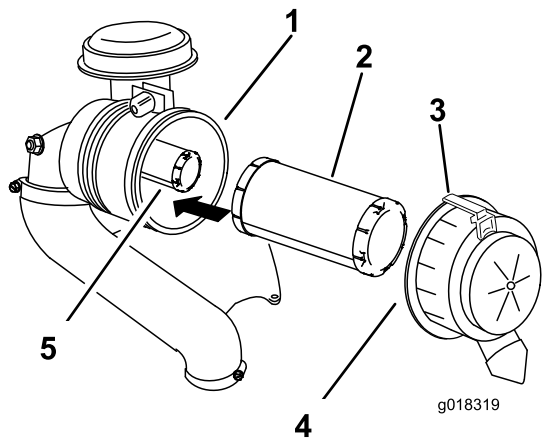

Figure 45
2. Tirez le verrou vers l'extérieur et tournez le couvercle du filtre à air dans le sens anti-horaire (Figure 45).
3. Déposez le couvercle du filtre à air du boîtier du filtre (Figure 45).
- Sortez l'élément principal du logement du filtre avec précaution (Figure 45).
- Si vous remplacez l'élément de sécurité, insérez-le avec précaution dans le corps du filtre (Figure 45).
- Placez ensuite l'élément principal sur l'élément de sécurité avec le même soin (Figure 45).
- Reposez le couvercle du filtre à air, le côté portant l'inscription **UP** en haut, et fermez le verrou (Figure 45).